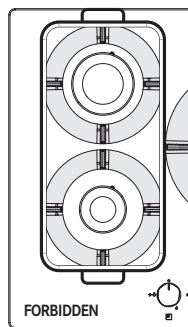

Fig. 1
Franke décline toute responsabilité pour les dommages dus à une telle utilisation. (Fig. 1).
- ▷ Ne placez pas la même casserole sur deux brûleurs. (Fig. 1).
- ▷ N'utilisez pas deux brûleurs en même temps avec un seul contenant, comme une casserole ou une poêle à poisson. (Fig. 1).